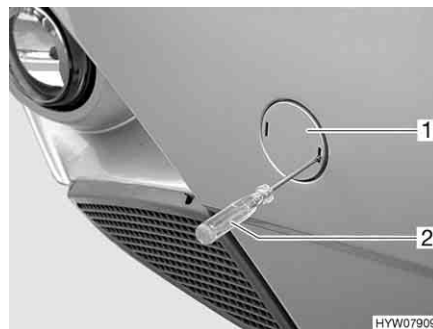

Bild 52 Abdeckung für die Aufnahme der Abschleppöse
- Einen Schlitzschraubendreher (Bild 52,2) in eine Öffnung an der Abdeckung (Bild 52,1) stecken und die Verriegelung lösen.